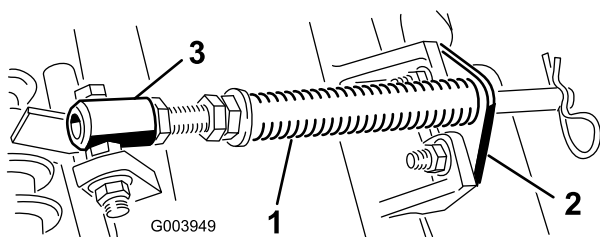

**Figure 4**
4. Veillez à monter le contrepoids (Figure 4) du bon côté du plateau de coupe, comme expliqué dans le *Manuel de l'utilisateur* du plateau de coupe.